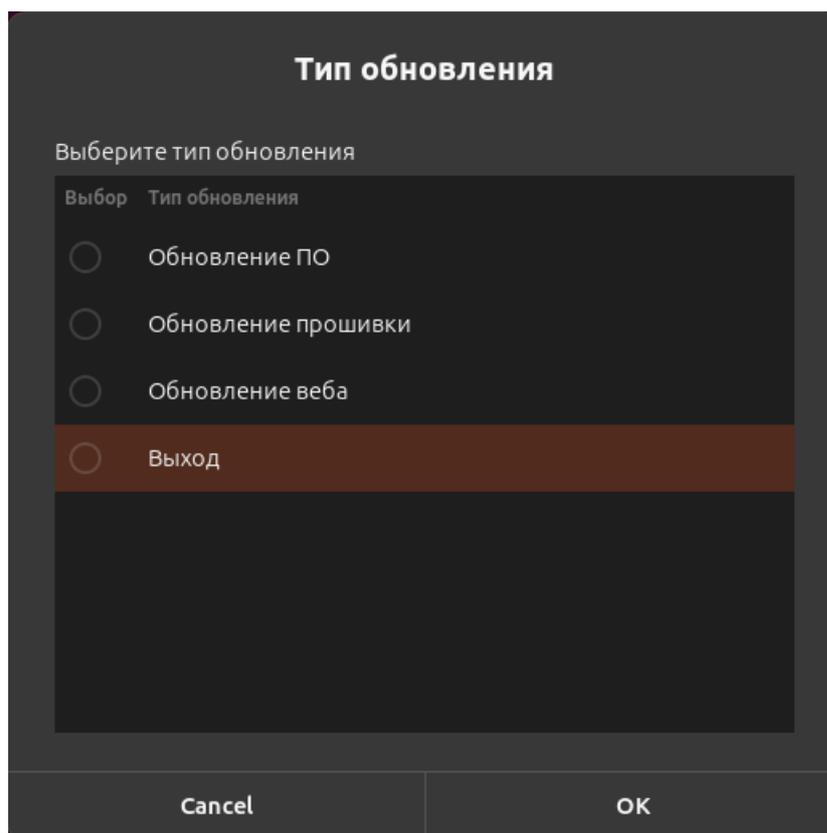

Рисунок II-31 – Диалоговое окно для выбора типа обновления
- 3) Откроется программный интерфейс «Terminal». Отобразится диалоговое окно для выбора типа обновления (см. Рисунок II-31).
Дождитесь появления диалогового окна для выбора типа обновления (см. Рисунок II-31).